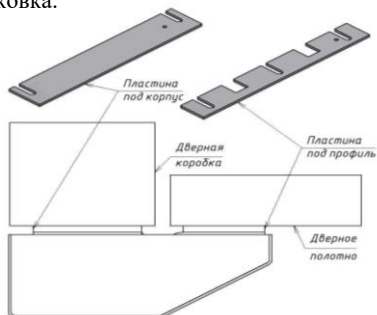

Рисунок 2 – Установка выравнивающих пластин под корпус и якорь
- пластина под профиль (рисунок 2) -1 шт.
- пластина под корпус (рисунок 2) -1 шт.
- саморез 5,5x32 (1) -5 шт.
- винт M6x16 (2) -1 шт.
- винт M3x4 (3) -4 шт.
- гайка M4 (4) -4 шт.
- шайба 4 65Г (5) -4 шт.
- шайба 4 (6) -4 шт.
- шайба 6 (7) -3 шт.
- 5.4 Закрепить корпус замка на коробке двери саморезами (1). Закрепить Z-профиль на створке двери саморезами (1). Закрепить на Z-профиле якорь с пружиной винтом (2). Для совмещения рабочих поверхностей корпуса и якоря могут быть использованы выравнивающие пластины (рисунок 2). После регулировки правильного положения замка затянуть крепежные саморезы.